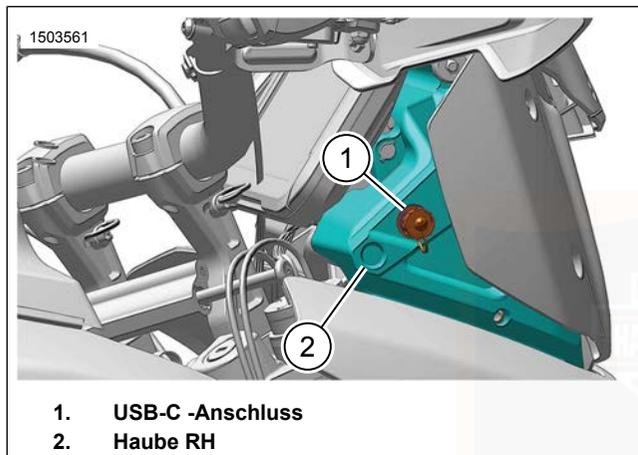

Abbildung 39. USB-C-Anschluss
Siehe Abbildung 39. Das Motorrad verfügt über einen USB-C -Anschluss, um ein Telefon oder Mediengerät aufzuladen und ein Software-Update zu übertragen. Für den Anschluss dieser Geräte muss ein Schnittstellenkabel verwendet werden. Der USB-C -Anschluss wird mit Strom versorgt und ist betriebsbereit, wenn das Fahrzeug eingeschaltet ist oder sich im Nebenverbrauchermodus befindet.
Siehe Abbildung 39. Der USB-C -Anschluss (1) befindet sich in der Rechtsseitig (RH) -Haube (2).